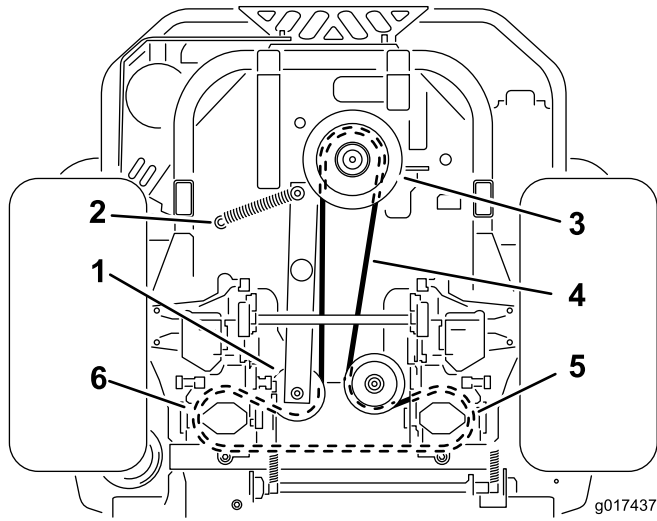

図 64
4. 機体をもち上げて、ジャッキスタンドで支える 図 64。
6. ポストからアイドルスプリングを外す 図 64。